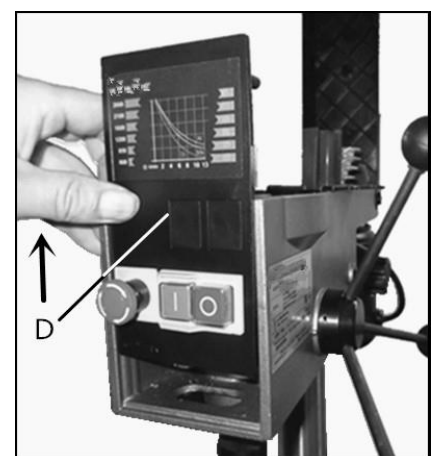

Fig 13
- (iii) Extraire le panneau avant (D, Fig 13).